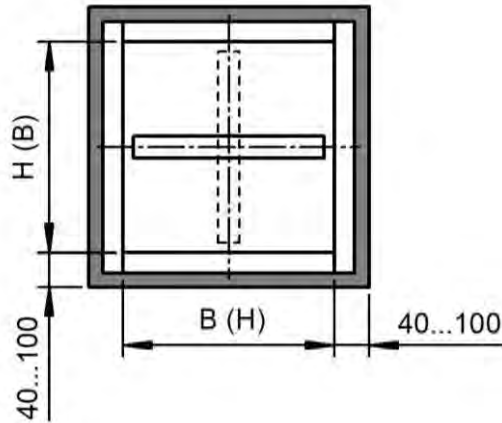

Abbildung 6: Ringspaltmaße vollständige Ausmörtelung in massiven Wänden
- Gehäuseabstand bis Wandkopf (siehe Abbildung 16) > 90 mm: Ausführung mit Sturz (statisch tragend) erforderlich (s. S. 9 Abbildung 6: Ringspaltmaße vollständige Ausmörtelung in massiven Wänden). Hierbei wird Einbausatz Typ GDA nicht verwendet.